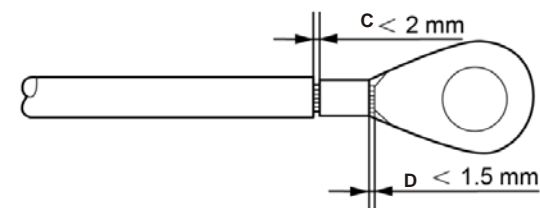

Figura 3.16 Spellare il cavo
- 4) Inserire il cavo spellato nella zona di crimpatura del terminale OT e utilizzare la pinza idraulica per crimpare il terminale al cavo (come illustrato in figura 3.16).